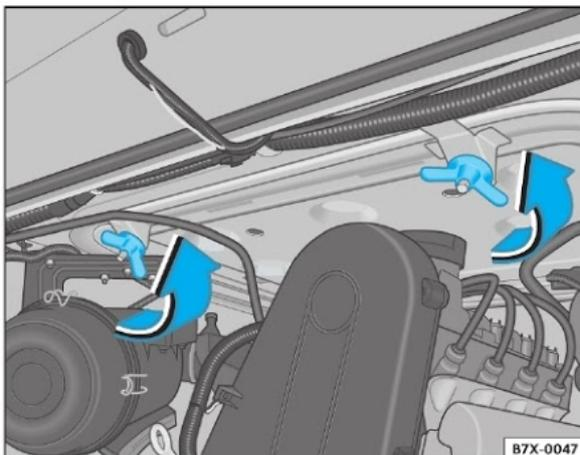

Fig. 66 Remoção da cobertura para acesso ao reservatório do líquido de arrefecimento
- Solte as porcas-borboleta, no sentido anti-horário -setas- ⇒ **fig. 66**, e desloque os parafusos para destravar a cobertura.